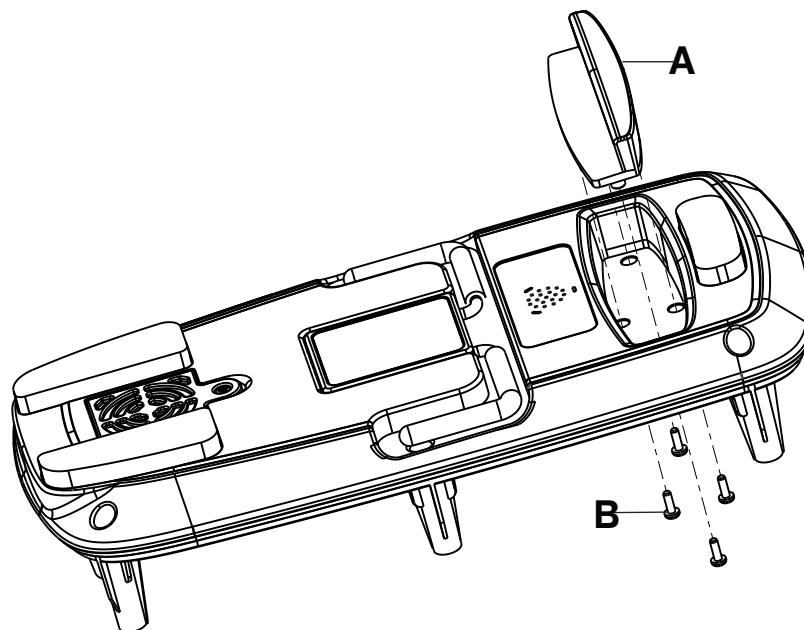

Figure 23 – Poignée de transport
6. À l'aide d'un tournevis cruciforme n° 2, retirer les quatre vis (B) qui fixent la poignée de transport (A) au boîtier de pompe arrière (Figure 23). Conserver les vis.